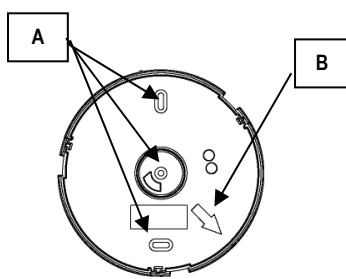

Fig. 2
- 2) Das Basisteil des Sensors mit der Vorausrüstung "A" (Abb.2) an der Decke befestigen und so positionieren, dass der Pfeil "B" (Abb. 2) in Richtung der Zentrale zeigt.